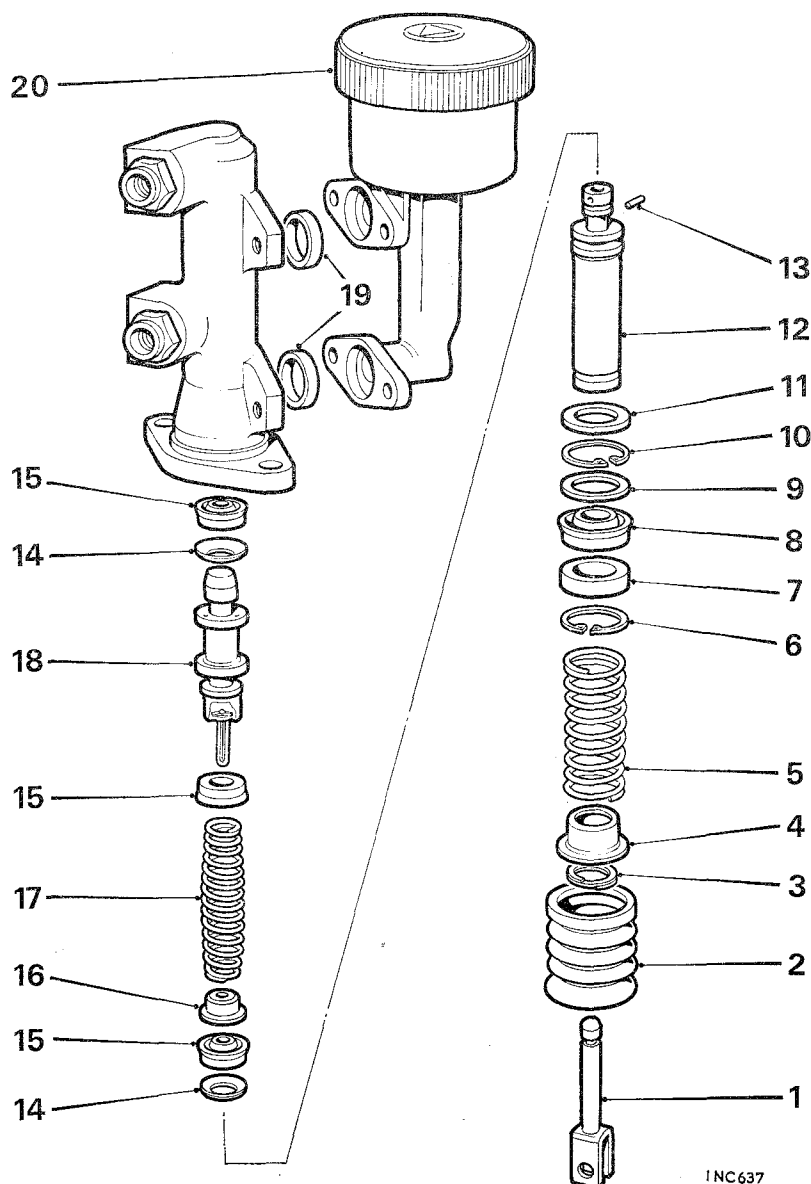

Fig. Mb.6
Se reporter à la Fig. Mb.6
- (20) Opérer à l'inverse du démontage en apportant une attention particulière aux points suivants:
- (21) Remonter avec un jeu complet de joints en caoutchouc neufs.
- (22) Plonger toutes les pièces internes dans un liquide de frein recommandé, comme pour l'opération (26), et les monter pendant qu'elles sont mouillées.
- (23) Placer la rondelle (5) par dessus la tête du piston secondaire, surface convexe en premier, passer avec précaution la coupelle secondaire sur le piston et l'asseoir avec sa face plate contre la rondelle, voir Fig. Mb.6.
- (24) Poursuivre le remontage en procédant à l'inverse des opérations de démontage (5) à (17). Mettre des joints en cuivre neufs sous les raccords de branchement et serrer les raccords au couple spécifié aux "CARACTERISTIQUES GENERALES".